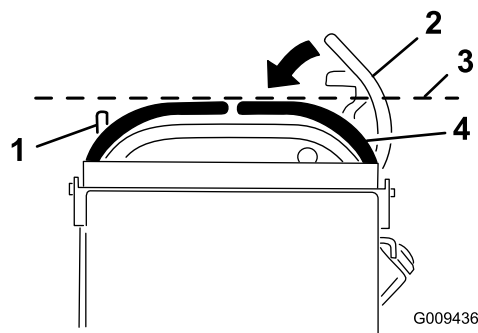

Figura 75
3. Empurre para baixo as alavancas de controlo do movimento, para fora da posição de BLOQUEIO EM PONTO MORTO (Figura 75).
4. Verifique se a alavanca de controlo de movimento do lado direito alinha horizontalmente com a alavanca de controlo de movimento do lado esquerdo (Figura 75).